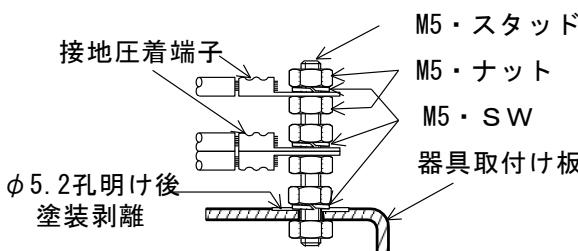

図 2-1
(2) 配線作業
- (i) コントロールボックス内の器具取付け板には、器具取付け板の塗装を剥離して、M5 のスタッドボルトにより、接地端子を設け接地線を接続する。図 2-1 参照